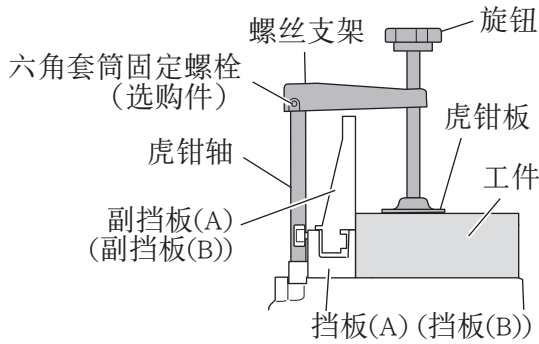

图20
### 3. 使用虎钳组件（标准附件）（图20）
(2) 转动上旋钮并将工件牢牢固定到位。(图20)